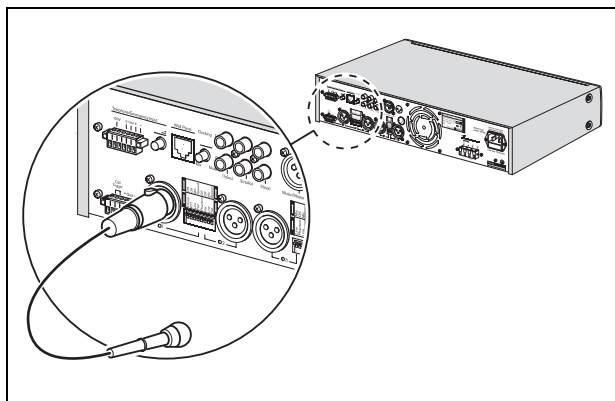

figura 4.1: Apenas conector XLR
- Apenas conector XLR. Consulte a figura 4.1.